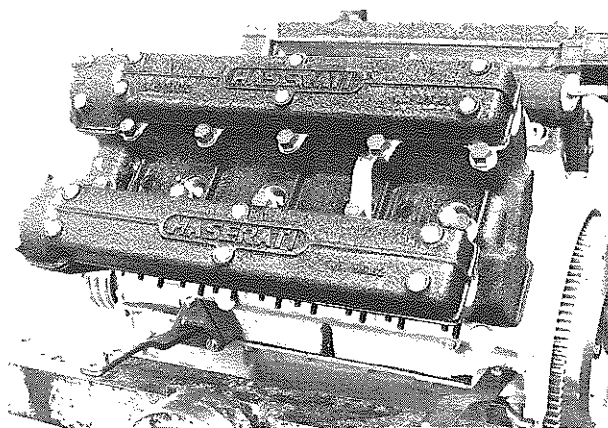

Fig. 59 - Motore al banco
- Il motore può essere ancorato al banco sfruttando i prigionieri di fissaggio dei supporti destro e sinistro presenti sul basamento (**Fig. 59**). Per l'ancoraggio usare i supporti n. .
- The engine can be fixed to the bench using the left and right crankcase studs (**Fig. 59**). To fix use the supports.